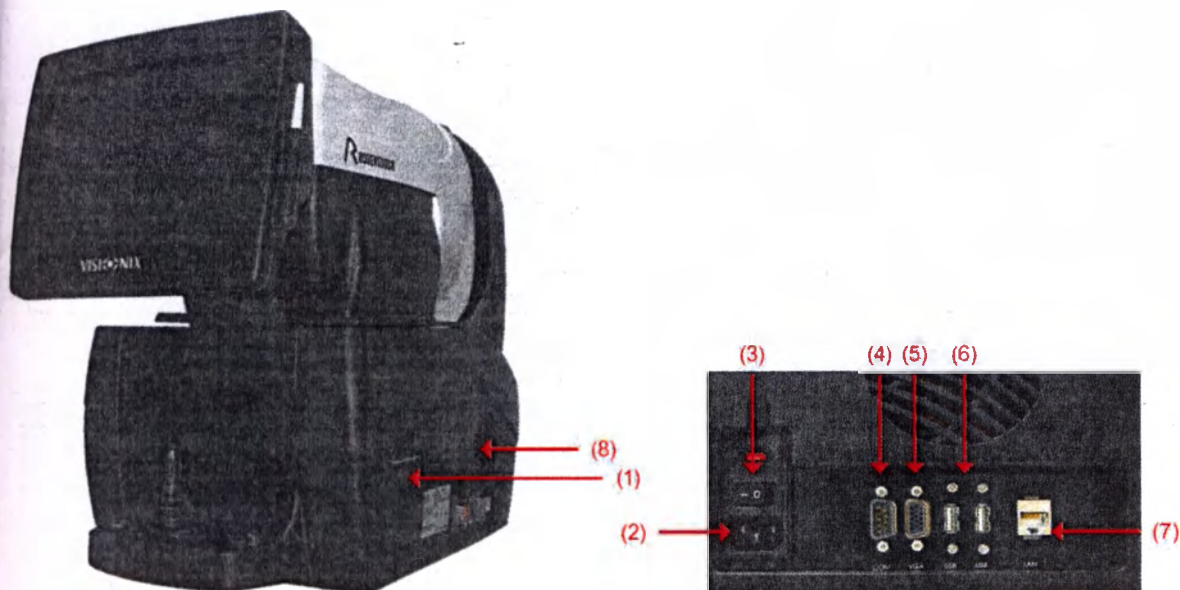

Рисунок 3-1: Вид стороны соединителя Рефрактометра автоматического с функцией топографа и кератометра DNEye Scanner
сторона разъема Рефрактометра автоматического с функцией топографа и кератометра DNEye Scanner (рис. 3.1) содержит входы соединения для подключения внешних устройств и аксессуаров. Главный выключатель питания (3) контролирует электрическое соединение с устройством.